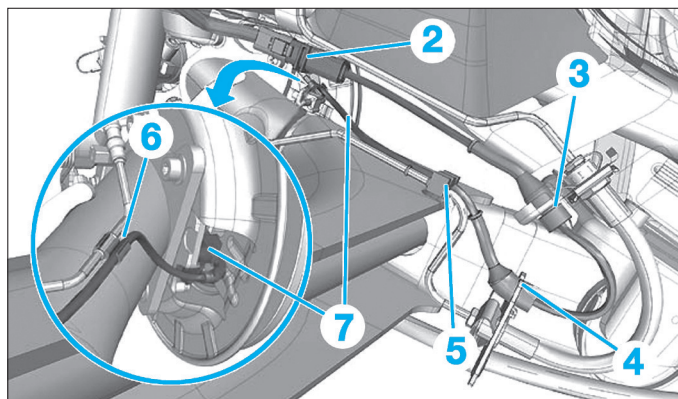

Fig. 28
- Débrancher le connecteur (2) (Fig.28).
- Dégrafer le faisceau de ses maintiens (3), (4), (5) et (6).
- Déposer le capteur de vitesses de roue arrière (7).